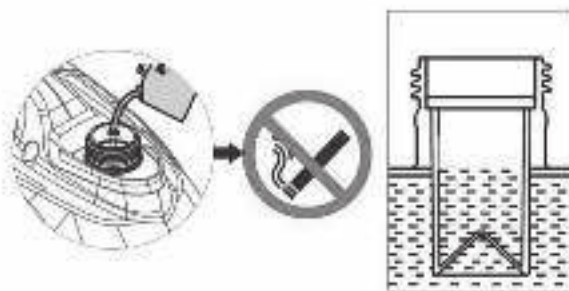

Рисунок 2-10. Уровень внутреннего топливного бака
- ПРИМЕЧАНИЕ: Заполните до красной вставки внутри заливной горловины. Смотрите Рисунок 2-10.